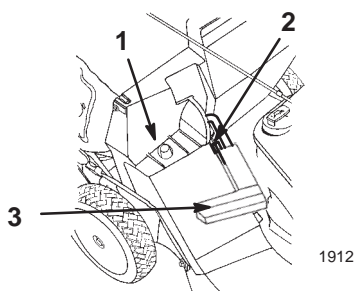
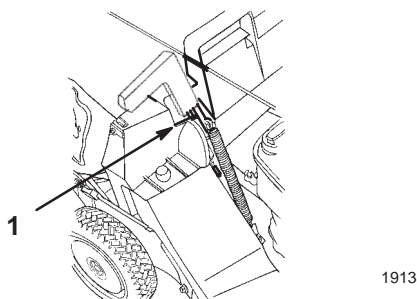

Figure 11
Figure 12
2. Vérifiez que la poignée du volet d'éjection est complètement abaissée vers l'avant et que l'ergot est bien engagé dans son logement (Fig. 11).
3. Accrochez le cadre du sac par le trou sur l'ergot de retenue situé sur l'éjecteur (Fig. 11).
5. Tirez la poignée du volet d'éjection vers l'avant pour dégager le goujon et le faire passer après la rampe du volet du sac, puis repoussez la poignée vers l'arrière pour bloquer le goujon dans l'encoche du sac (Fig. 12).
2. Tirez la poignée du volet d'éjection vers le haut et hors de l'encoche du sac (Fig. 12), puis vers l'avant pour qu'elle s'engage l'arrêt (Fig. 11).